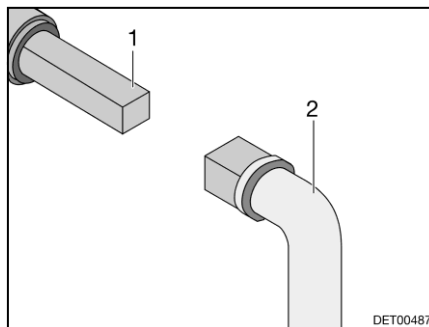

Bild 99 Bedienung Abwasserhahn
- Schlüssel (Bild 99,2) auf Vierkant (Bild 99,1) stecken.